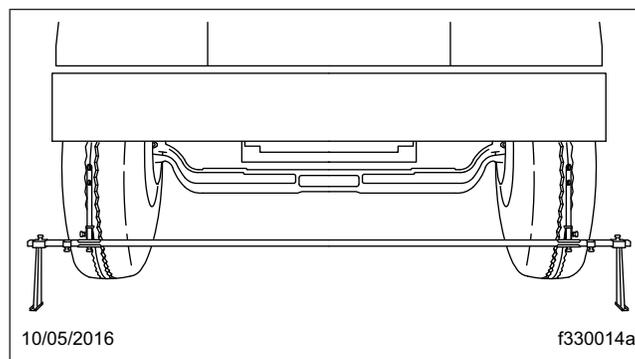

Figura 9, Cómo colocar el compás de varas
7. Coloque un compás de varas en la parte delantera de los neumáticos (vea la **Figura 9**) y ajuste el extremo de la escala para que las puntas indicadoras se alineen con las líneas trazadas. Vea la **Figura 10**.